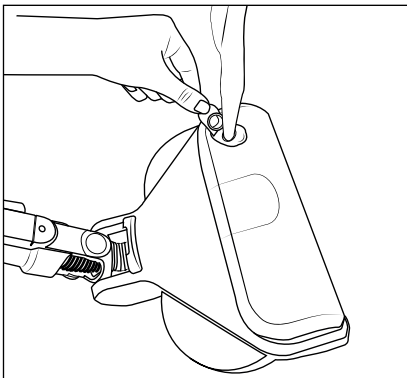

Fig. 16
- 1) Saisissez la languette d'obturation ❸ du réservoir d'eau fraîche ❷ avec les doigts et tirez-la vers le haut pour la sortir de l'orifice de remplissage du réservoir d'eau fraîche ❷ (voir fig. 16).
- 2) Versez de l'eau du robinet ou de l'eau distillée dans le réservoir d'eau fraîche ❷ (voir figure 16).
- 3) Refermez l'orifice de remplissage du réservoir d'eau fraîche ❷ en enfonçant fermement la languette d'obturation ❸ dans l'orifice de remplissage.